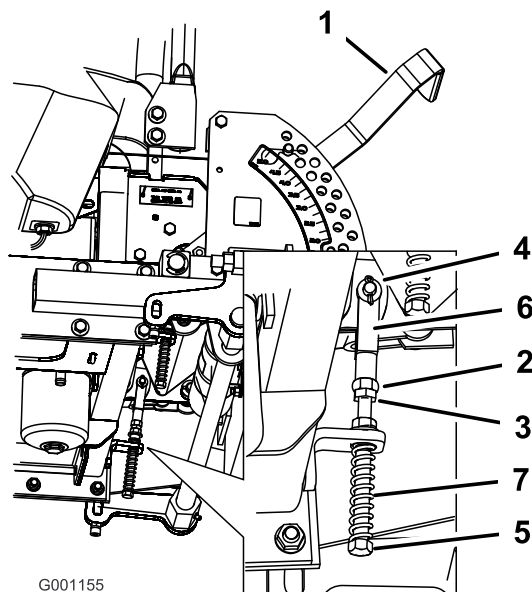

Bild 68
8. Sollte eine Einstellung erforderlich sein, lockern Sie die Mutter und die Klemmmutter gegen das Joch (Bild 68).
9. Drücken Sie den Fahrtriebshebel leicht nach hinten, drehen Sie den Kopf der Einstellschraube in die entsprechende Richtung, bis der Schalthebel in der Neutralsperrstellung zentriert ist (Bild 68).
10. Ziehen Sie die Mutter und die Klemmmutter an (Bild 68).